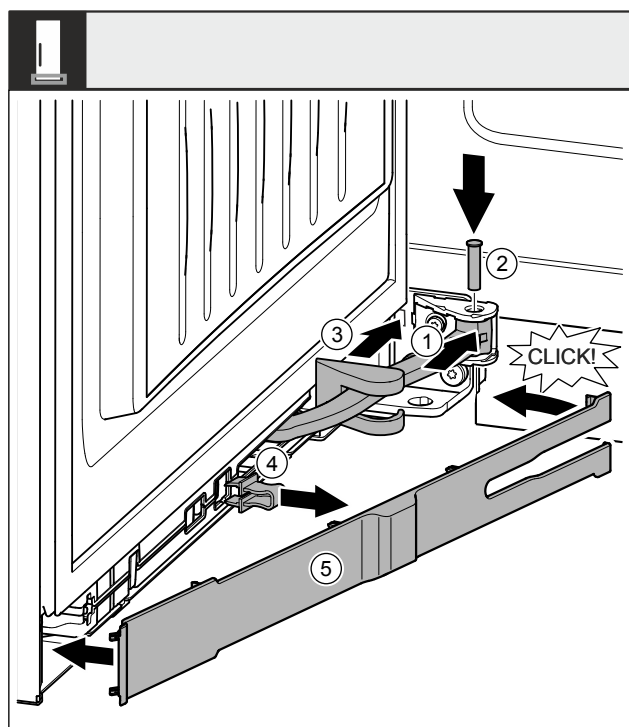

Fig. 53
- ▶ Scharnier Fig. 53 (1) in de ophanging draaien.
- ▶ Bouten Fig. 53 (2) met een schroevendraaier in de ophanging en scharnier steken. Let hierbij op dat het vergrendelingslipje juist in de groef zit.
- ▶ Lagerbokafdekking Fig. 53 (3) langs het scharnier schuiven en over de ophanging monteren.
- ▶ Beveiliging Fig. 53 (4) wegnemen.
- ▶ Panelen Fig. 53 (5) aan de greepzijde plaatsen en er indraaien.